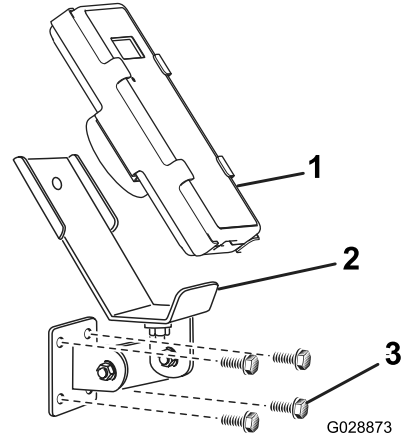
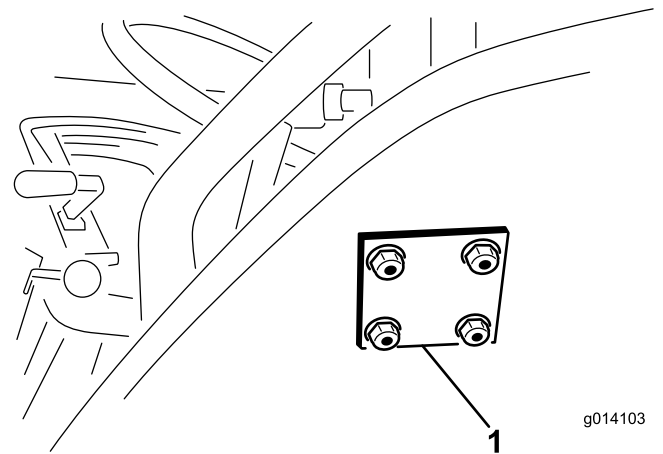

Bild 14
Bild 15
3. Befestigen Sie die Befestigungshalterung und die Rückplatte mit vier Bundkopfschrauben (5/16" x 1 1/2") und Bundmuttern (Bild 14 und Bild 15).